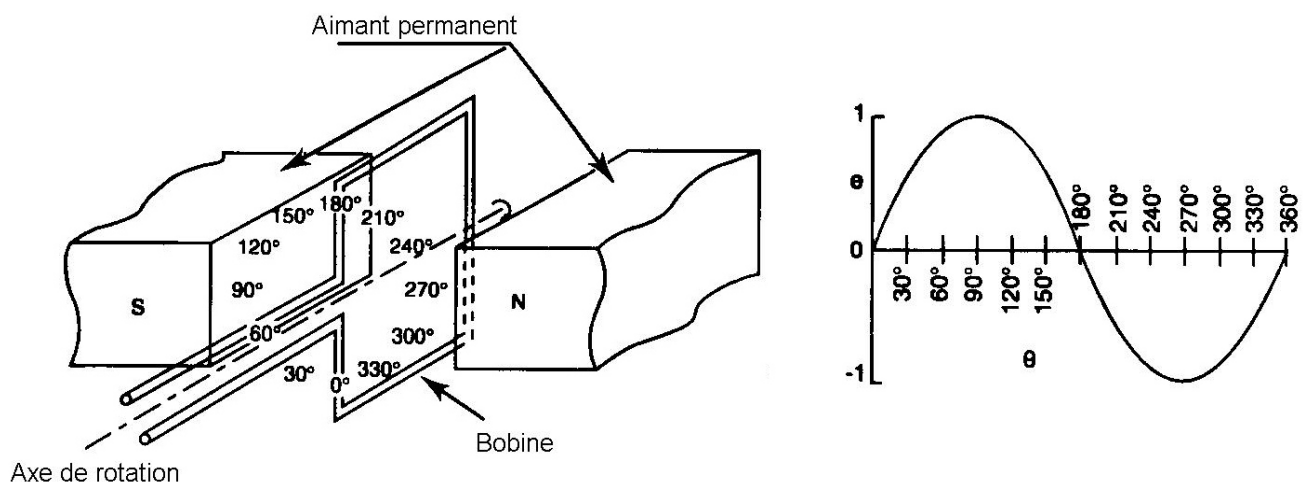

Figure 2 – Onde sinusoïdale de la tension induite
- a) En unités de degré (Figure 2).